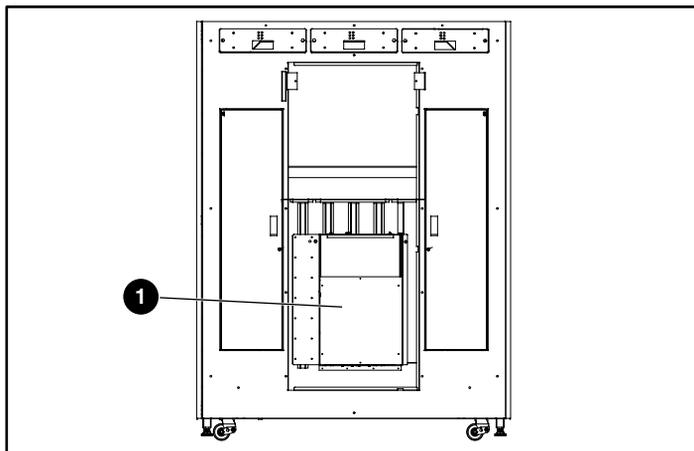

Figura 5: Extracción de la cubierta electrónica
- ❶ Módulo de ventilación
- ❷ Tornillos
- ❸ Cuadro eléctrico
4. Quite los seis tornillos que fijan la cubierta al compartimiento electrónico (consulte la Figura 5).